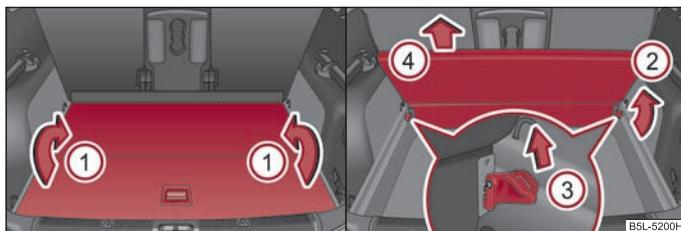

Fig. 76 Bagagliaio: ripiegamento / estrazione del piano di carico variabile
- Ripiegare il piano di carico spostandolo nel senso della freccia (1) ⇒ fig. 76.
- Ribaltare il piano di carico variabile nel senso indicato dalla freccia (2) ⇒ fig. 76.
- Tirare su entrambi i lati sulle leve di sicurezza nel senso della freccia (3) ⇒ fig. 76.
- Estrarre il pianale di carico variabile nel senso della freccia (4) verso l'alto.